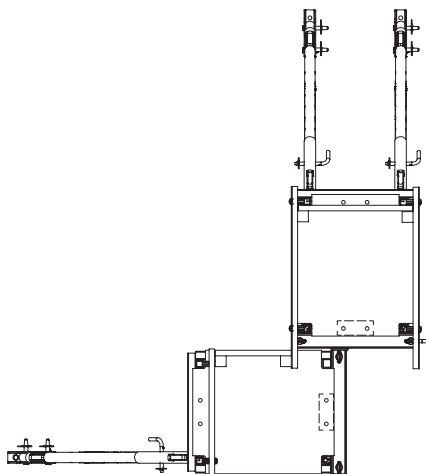

Fig. C2.02
2. Posizionare la metà di cassaforma accanto alle tavole di battuta. (Fig. C2.02)